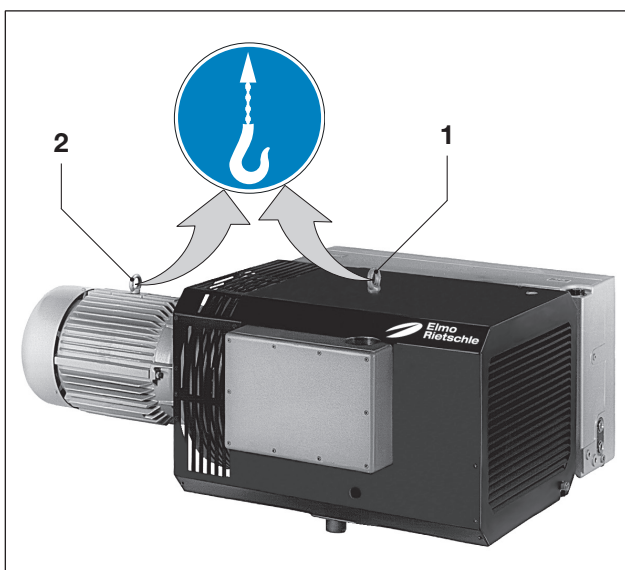

Abb. 1 Anheben und Transportieren
- b) Zum Anheben und Transportieren der Maschine ist diese mittels Hebezeug an der Ringschraube des Pumpengehäuses (Abb. 1/1) und des Motorgehäuses (Abb. 1/2) aufzuhängen. Falls letztere fehlt, ist der Motor mit einer Seilschlinge anzuheben.